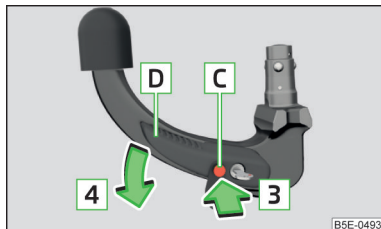

Fig. 187
- Insérez en appuyant la tige de déverrouillage **C** dans le sens de la flèche **3** jusqu'en butée et appuyez simultanément sur la manette de commande **D** dans le sens de la flèche **4** jusqu'en butée » fig. 187.